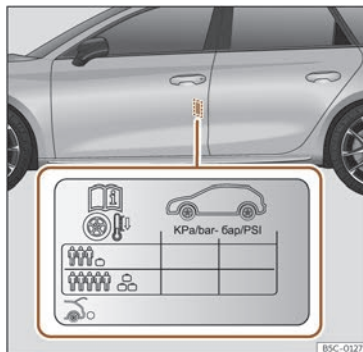

Fig. 226 Ubicació de l'adhesiu de la pressió d'inflament dels pneumàtics.
- Adapteu la pressió dels pneumàtics a la càrrega que porta el vehicle >>> **fig. 226.**
Els valors de la pressió d'inflament s'indiquen a l'etiqueta adhesiva situada a la zona posterior del marc de la porta davantera esquerra >>> **fig. 226.**
La pressió dels pneumàtics s'ha d'adaptar a la càrrega actual del vehicle. Si el vehicle anirà carregat al màxim, heu d'augmentar la pressió d'inflament al valor màxim de càrrega indicat a l'etiqueta adhesiva >>> **fig. 226.**
En el cas d'una roda d'emergència minimitzada (125/70 R16 o 125/70 R18), infleu-la a 4,2 bar de pressió segons s'indica a l'etiqueta de pressió dels pneumàtics >>> **fig. 226.**
- El conductor és responsable que tots els pneumàtics del vehicle estiguin inflats a la pressió correcta. La pressió d'inflament recomanada s'indica en un adhesiu >>> **fig. 226.**
- Amb els pneumàtics en fred, s'ha de mantenir sempre la pressió indicada a l'adhesiu >>> **fig. 226.**